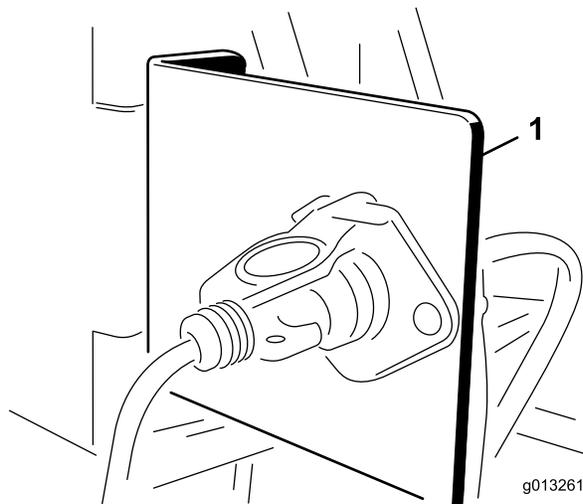

图 11
- 使用提供的其中 1 个安装支架将插座支架安装到牵引车后面的固定点上**图 11**。